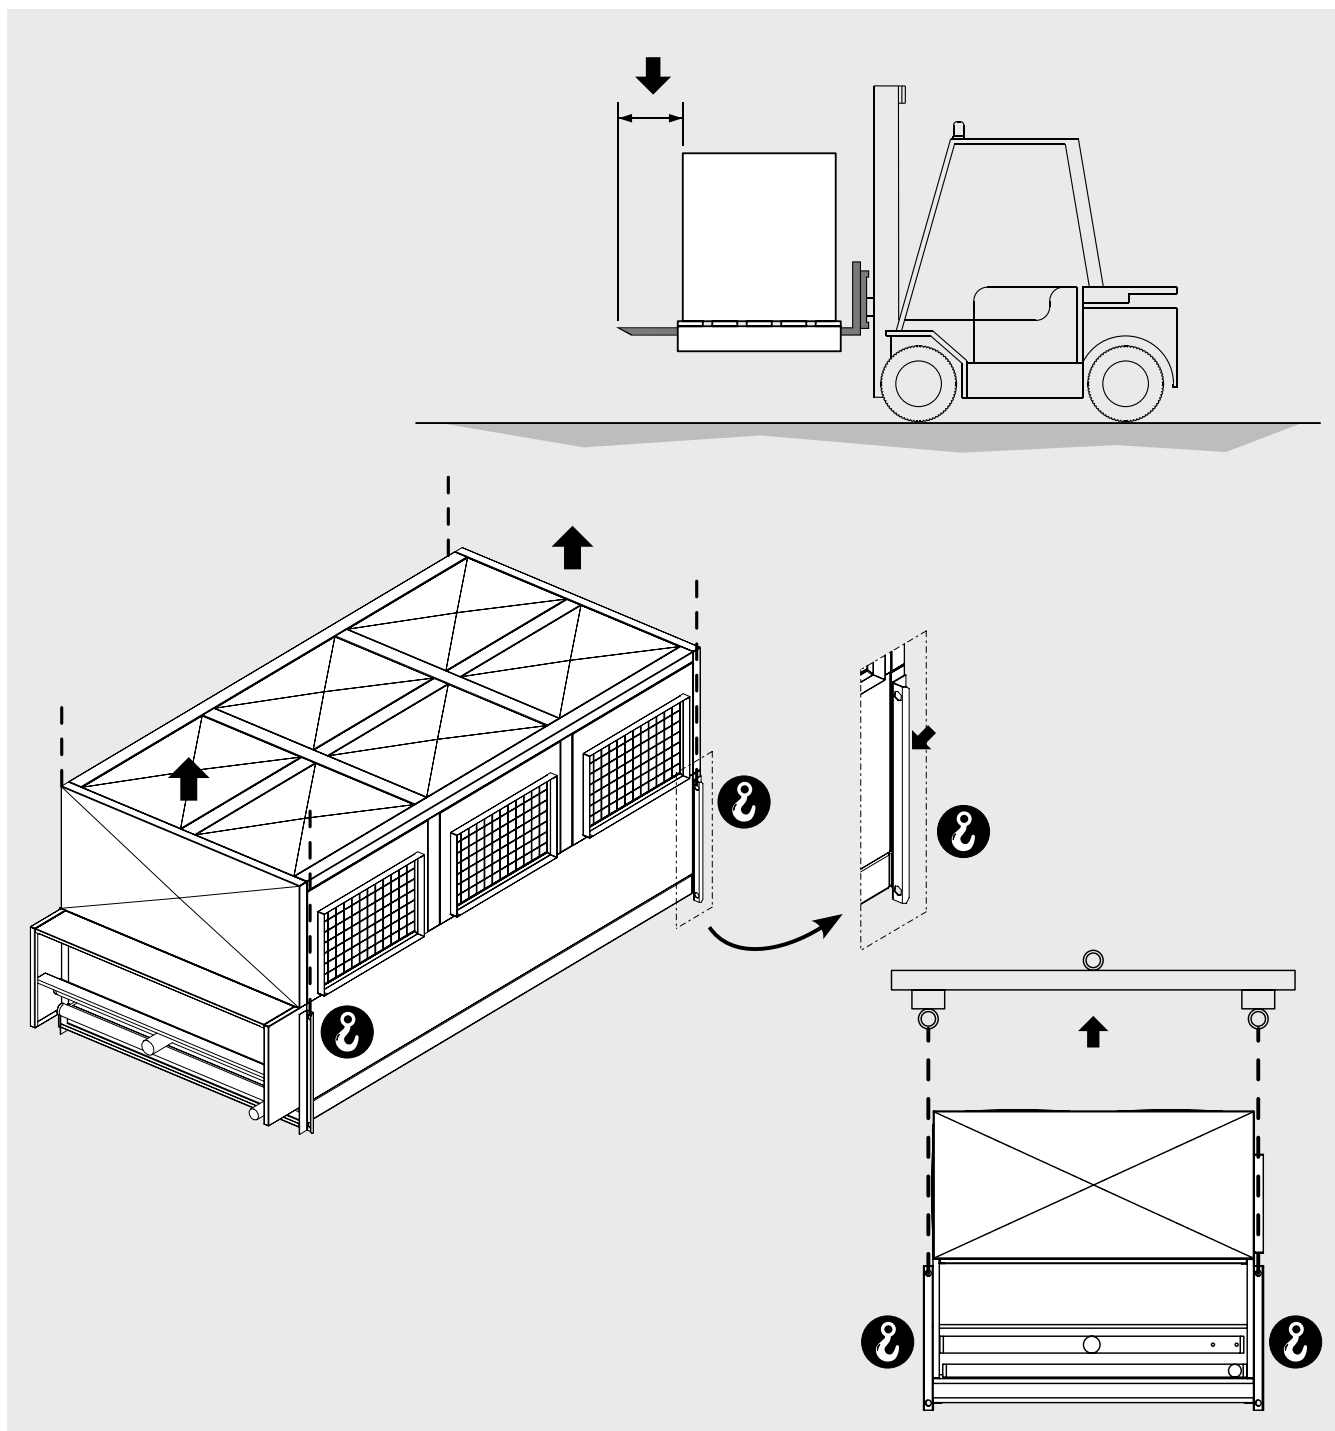

Figura 3
- 5.2 El modelo embalado debe ser trasladado por personal cualificado mediante una carretilla elevadora de la capacidad adecuada, o mediante grúa y/o puente grúa (véase el Apdo. 7). Las horquillas de levantamiento deben tener un largo superior a la profundidad del embalaje y/o del modelo. Evitar cualquier movimiento brusco y no detenerse en cercanías del área de maniobra. Fijar siempre los modelos al órgano de elevación antes de proceder con las operaciones de movilización. Un impacto importante o un golpe fuerte pueden dar vueltas el modelo. Obsérvese la Figura 3.
- 5.11.4 Levante el modelo desembalado fijándolo a los soportes de elevación laterales. Obsérvese la Figura 3. No camine ni permanezca bajo una carga suspendida: peligro de aplastamiento. Utilice caballetes u otras estructuras de apoyo.